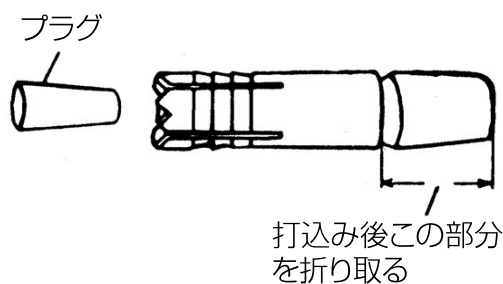

図 6
- (1) 自穿孔アンカー(図6)をアンカーアダプタに取付けます。